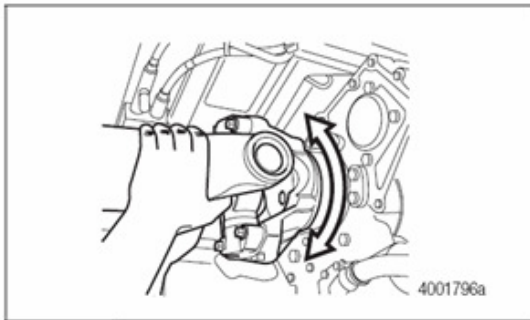

Figura 4.6
- B. Mueva la brida ARRIBA Y ABAJO y DE LADO A LADO. No debe haber ningún movimiento donde la horquilla se conecta a los ejes de entrada y salida. Figura 4.6
- **Si las bridas de entrada y salida no están sueltas, verifique que el eje de salida de la transmisión y que las ranuras de eje de la entrada axial no estén sueltas en la brida.** Sostenga la horquilla con una mano y gírela DE IZQUIERDA A DERECHA mientras verifica el juego longitudinal para identificar holgura radial. Figura 4.6